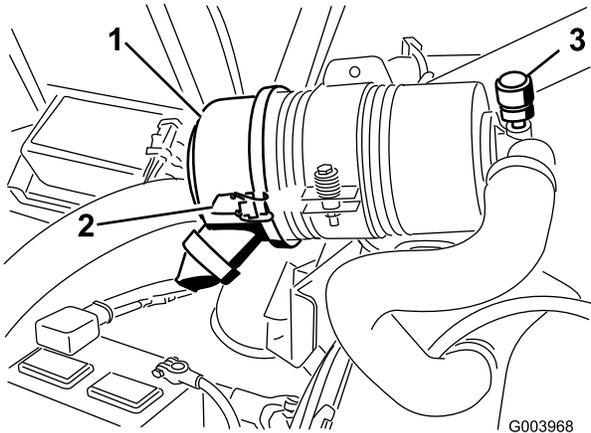

图49
仅在维护指示器（图49）要求时，维护空气滤清器滤芯。在必须更换之前更换空气滤清器，只会增加灰尘在滤清器拆下时进入发动机的几率。
1. 松开将空气滤清器盖固定到空气滤清器壳体上的搭扣（图49）。